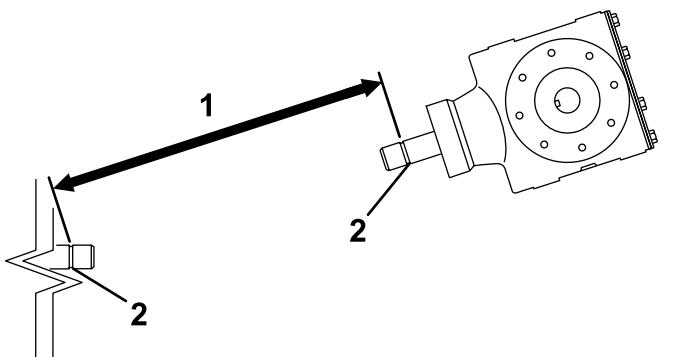
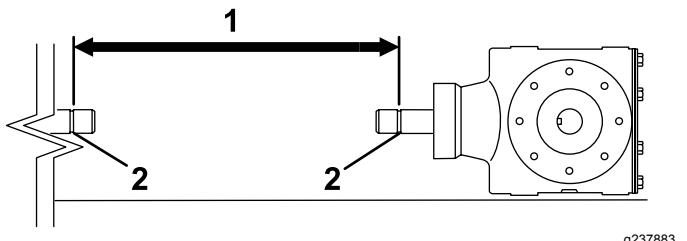
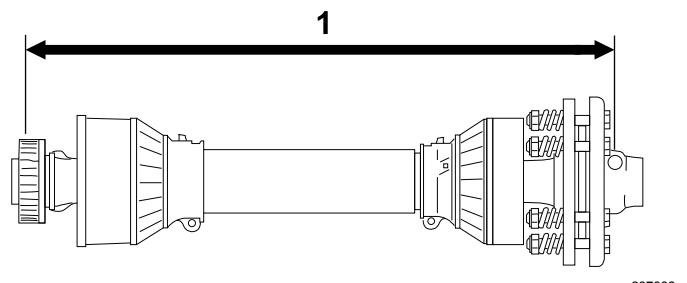

Figure 12
Figure 14
Figure 15
3. Mesurez la distance entre la gorge de verrouillage à l'extrémité de l'arbre de PDF du tracteur et la gorge de verrouillage sur l'arbre de PDF de réducteur de l'aérateur (Figure 12). Notez cette distance. Exemple : 67 cm
5. Mesurez la distance entre la gorge de verrouillage à l'extrémité de l'arbre de PDF du tracteur et la gorge de verrouillage sur l'arbre de PDF de réducteur de l'aérateur (Figure 14). Notez cette distance. Exemple : 70 cm
6. Sur l'arbre de PDF, mesurez la distance entre le centre de la bille de la goupille de blocage à une extrémité et le centre de la goupille de blocage à l'autre extrémité (Figure 15). Notez cette distance. Exemple : 81 cm
7. Utilisez la plus petite des deux mesures obtenues à la Figure 14 et la Figure 12, et ôtez-la de la distance obtenue à la Figure 15. Exemple : 81 cm moins 67 cm égale 14 cm.